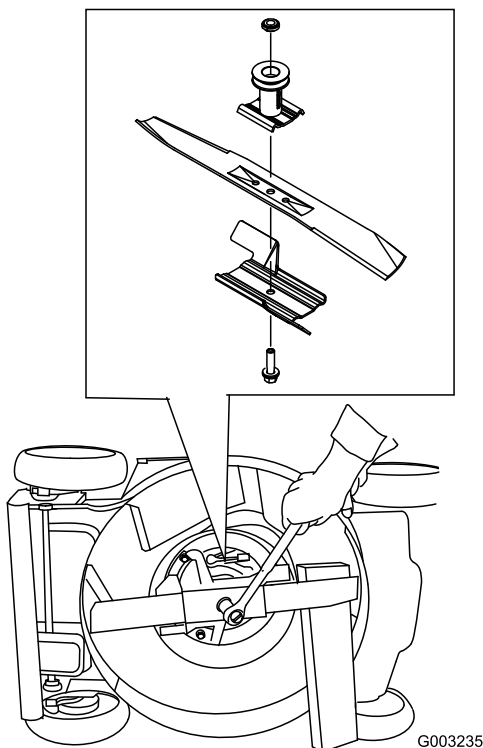

Bild 40
3. Stabilisieren Sie das Messer mit einem Holzblock (Bild 40).